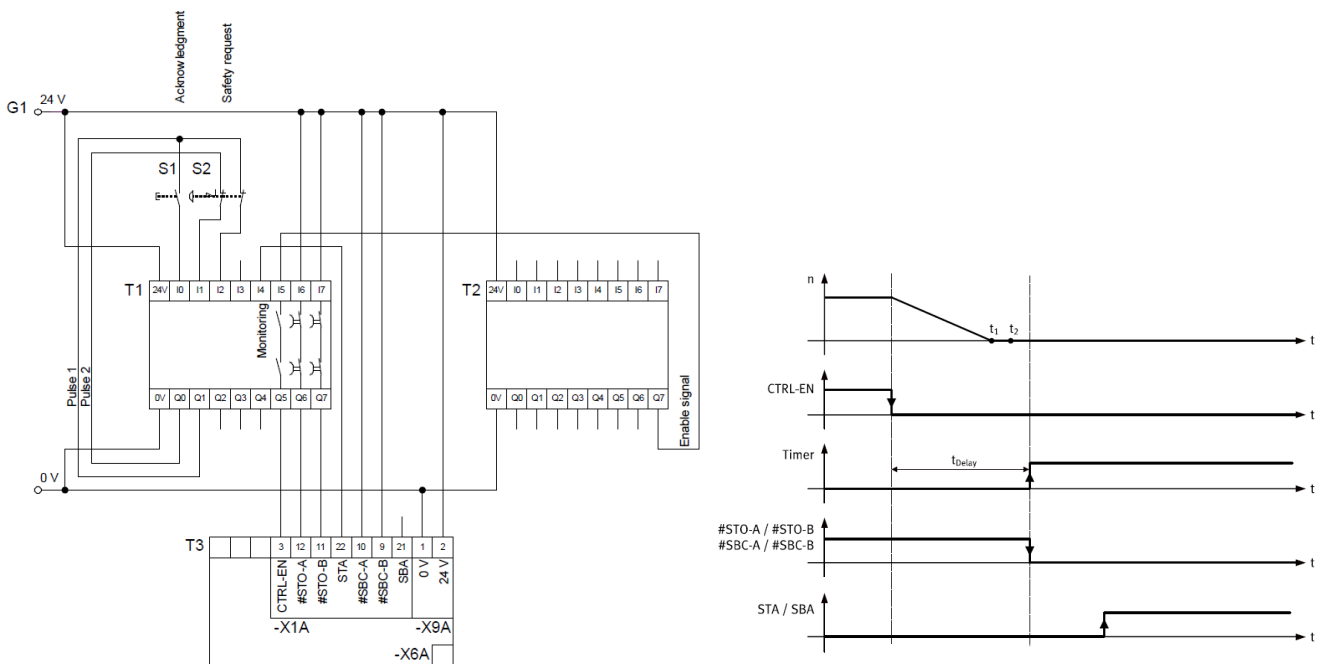

图 3.2 SS1 安全功能接线示意图及相关信号时序图
3) 如需要 SS1 安全功能，请把#SBC-A（上图 10 脚）和 SBC-B（上图 9 脚）与 24V 短接，并按照第 3 节中图 3.2，使用带延时功能的安全继电器接线，触发急停时，保证安全继电器先断 CTRL-EN，延时一段时间，然后再同时断 STO-A（上图 12 脚）和 STO-B（上图 11 脚），之后引脚 22 STA 会被置位，代表 STO 安全功能激活。
- a. 按照“SS1 安全功能接线图示”方式接线（见图 3.2）；